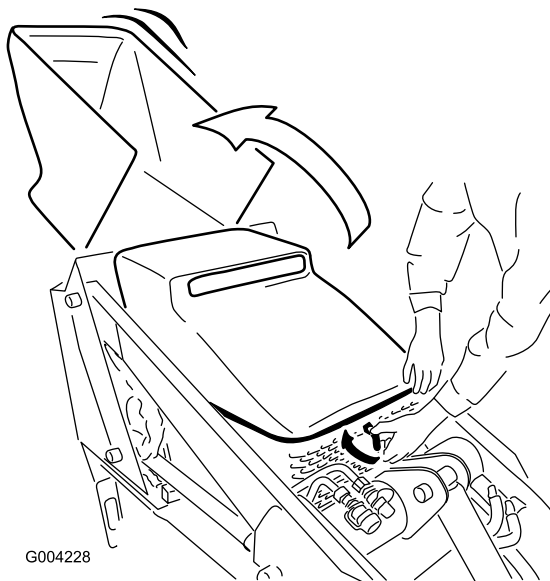

Figura 22
1. Gire el cierre del capó en el sentido de las agujas del reloj (Figura 22).
2. Levante el capó (Figura 22).